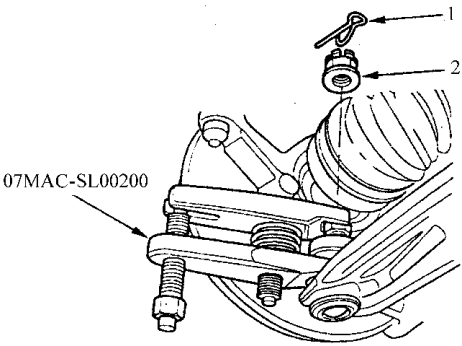

图 6-60 拆卸球头槽形螺母上的开口销
8) 如图 6-60 所示, 拆卸下臂球头槽形螺母上的开口销, 然后拆卸螺母。为避免损坏球头, 在球头的螺纹段安装六角螺母。安装拆卸器时, 小心不要损坏球头护罩。